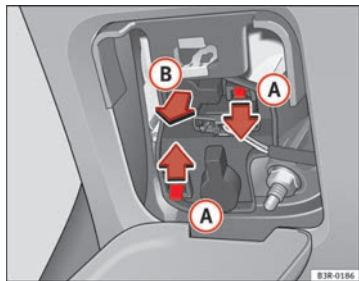

Abb. 220 Lampenträger ausbauen
- Drücken Sie in Pfeilrichtung auf die Laschen **(A)** → Abb. 220 und nehmen Sie den Lampenträger gemäß dem Pfeil **(B)** heraus.